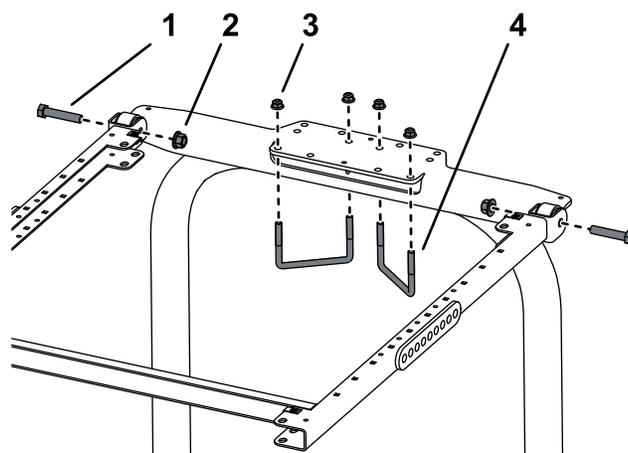

Figura 22
6. Posizionate la staffa di montaggio del ROPS sulla parte superiore del roll bar del trattorino (Figura 22).
7. Utilizzando i fori di montaggio illustrati nella Figura 22, montate la staffa sulla parte superiore del roll bar con 2 bulloni a U ($4\frac{1}{2}'' \times 2\frac{3}{4}''$) e 4 dadi flangiati.